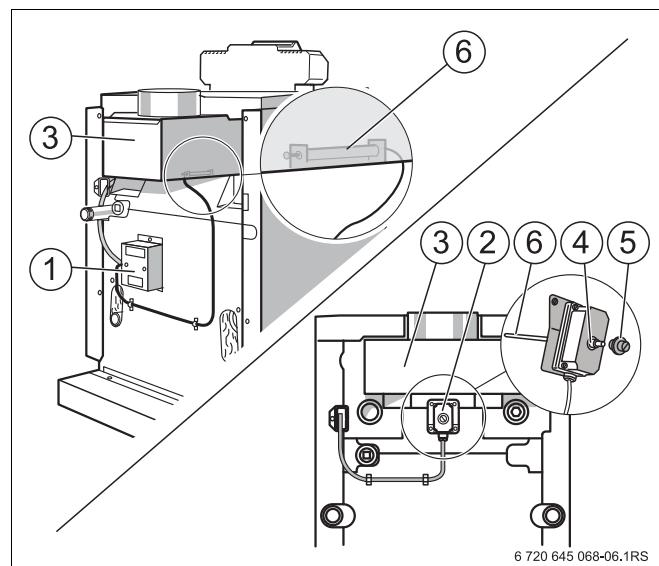

Рис. 6 Системы контроля дымовых газов
- Если имеется теплопотребность, система контроля дымовых газов AW 50 (Рис. 6, **поз. 1**) через несколько минут вновь автоматически запускает горелку.
- На системе контроля дымовых газов AW 10 (Рис. 6, **поз. 2**) примерно через две минуты снимите защитный колпачок (Рис. 6, **поз. 5**) и нажмите разблокировочный штифт (Рис. 6, **поз. 4**).